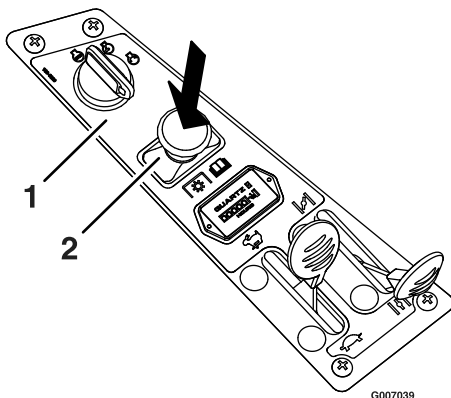

Figura 9
- Desengrane las cuchillas moviendo el mando de control de las cuchillas a Desengranado (Figura 9).